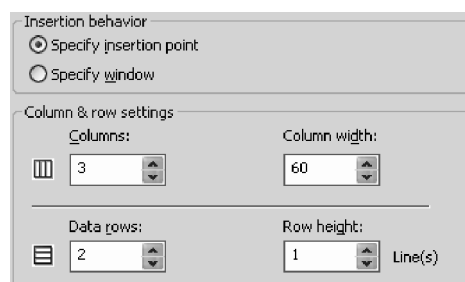

Fig. 6.38 Fereastra pentru inserarea tabelului
5. În secțiunea **Column&Row settings** se stabilesc numărul și dimensiunile coloanelor și liniilor tabelului, ca în Fig. 6.38.